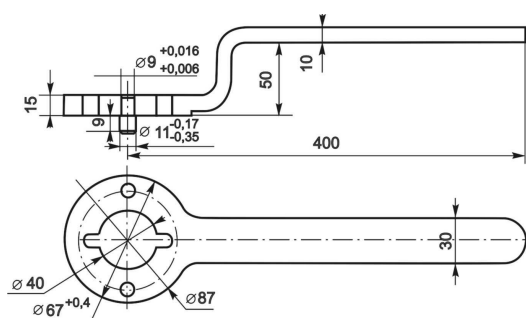

Рис. 5-8 Ключ для гайки-шайбы поворотной цапфы
4. Проворачивая колеса в обоих направлениях, затянуть гайку ключом (рис. 5-8). Момент затяжки (65...80) Н·м.